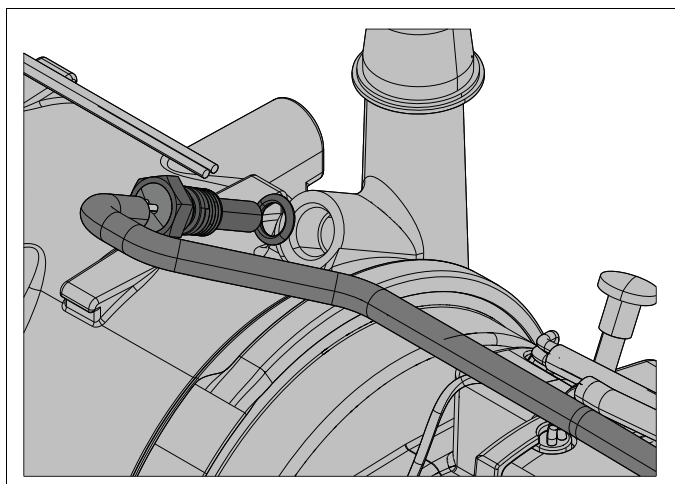

Abb. 806 Ausbau Kühlmitteltemperatursensor
3. Kühlmitteltemperatursensor (Abb. 806) herausschrauben (Sechskant mit SW 13) und mit Runddichtring entfernen.